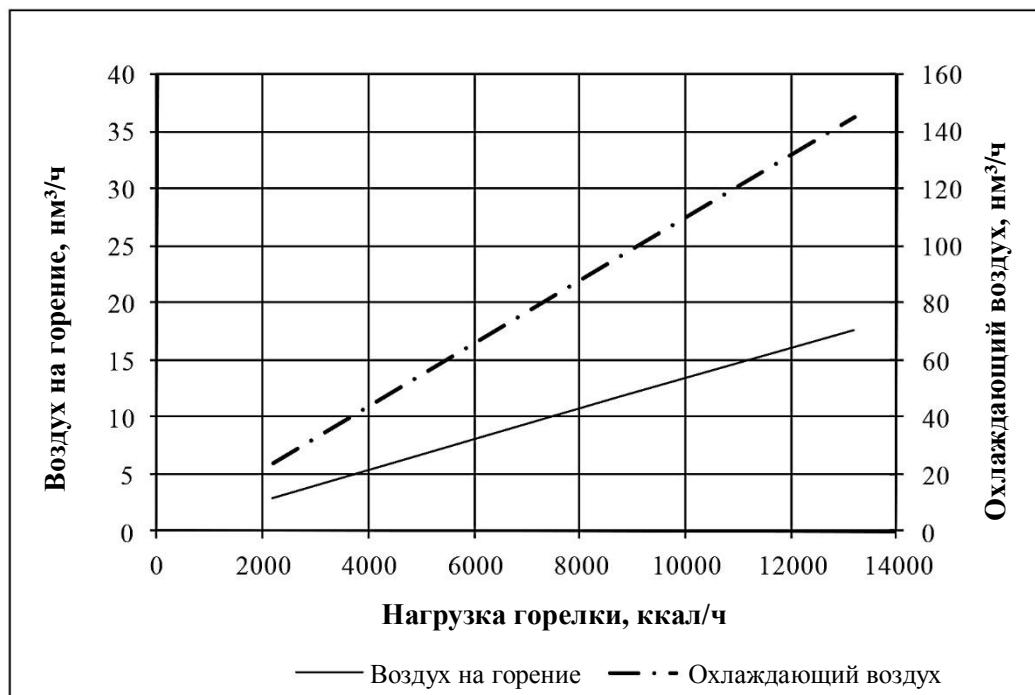

Рисунок 1: Рабочий диапазон для горелки, Н5 (при $\lambda=1,2$ и темп. на выходе горелки $300\text{ }^{\circ}\text{C}$).
- При увеличении суммарного расхода через горелку максимальная производительность БУТК будет увеличиваться. Следовательно, поток топливного газа должен быть увеличен для поддержания температуры 280-320 °С на выходе горелки. Эта температура не должна быть ниже температуры технологического газа на входе конденсатора WSA. Рисунок 1 может использоваться для оценки потребления топливного газа при стабильном пламени